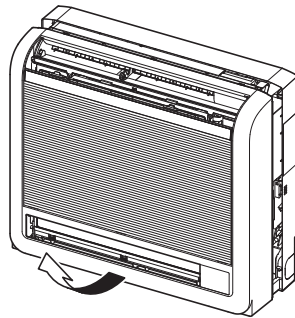

Fig. 3-4
- ④ Levante a grelha frontal para a remover. (Fig. 3-4)